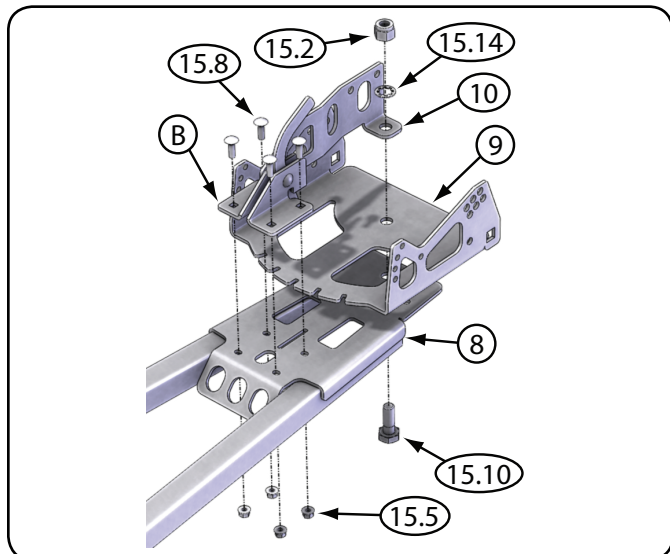

Figura 5 - Instalación de la placa de ángulo y conjunto de la palanca de ángulo
2. Instale el conjunto de la palanca de ángulo (B) en la soldadura del tubo (8) como se muestra en la figura 5. Use los pernos de carruaje estándares (15.8) de  $\frac{5}{16} \times 1$  in. (7.9  $\times$  25.4) y tuercas (15.5) de  $\frac{5}{16}$  in. (7.9 mm) para asegurar las placas del mango derecho y izquierdo. Apriete los pernos.
3. Asegure la placa de pivote (9) a la soldadura del tubo (8) y placa de gancho (10) usando el perno de estructura (15.10) de  $\frac{5}{8} \times 1\frac{3}{4}$  in. (15.9  $\times$  44.5 mm), arandela de seguridad (15.14) de  $\frac{5}{8}$  in. (15.9 mm) y tuerca de seguridad (15.2) de  $\frac{5}{8}$  in. (15.9 mm) como se muestra en la figura 5. **Apriete la tuerca y el perno para que la placa no gire con facilidad pero que no esté floja.**